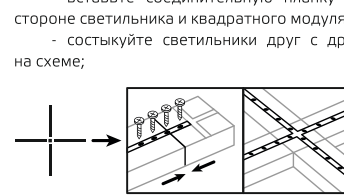

Рис. 8. Соединение светильников с помощью квадратных модулей
- Соединение светильников под углом 90° (рис. 8) с использованием квадратных модулей: